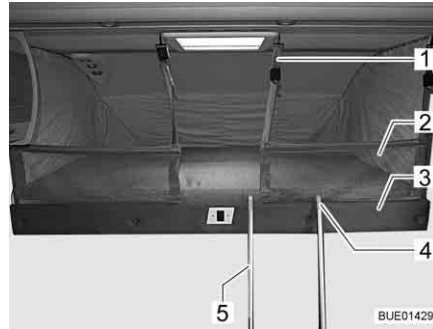

Fig. 128 Lit escamotable avec filet de sécurité tendu
Quand il y a un filet de sécurité (Fig. 128,2), ce dernier se trouve sous le matelas du lit escamotable avec les sangles de sécurité. Ne tendre le filet de sécurité qu'une fois que les personnes se trouvent dans le lit escamotable.
- Suspending les sangles de sécurité (Fig. 128,1) aux crochets situés au plafond.
- Accrocher l'échelle à marches (Fig. 128,5) à la barre-pognée (Fig. 128,3) du lit escamotable à l'aide des deux étriers (Fig. 128,4).